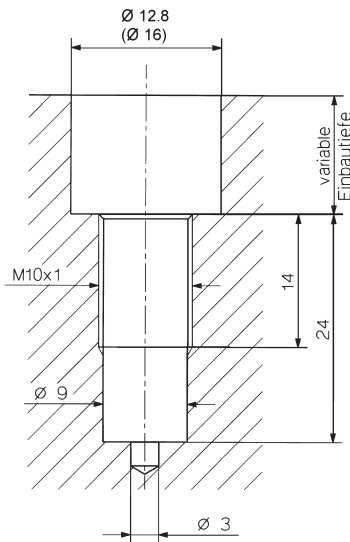

Bild 1: Einbaubohrung mit ebenem Bohrungsgrund
- Vorbereitung der Einbaubohrung gemäss Bild 1; die stirnseitige Auflagefläche ($\varnothing 9$ mm) für den Sensor muss sauber und plan bearbeitet sein (ggf. nochmals mit Reibwerkzeug Typ 1300A21 nachreiben und mit sauberer Pressluft ausblasen).